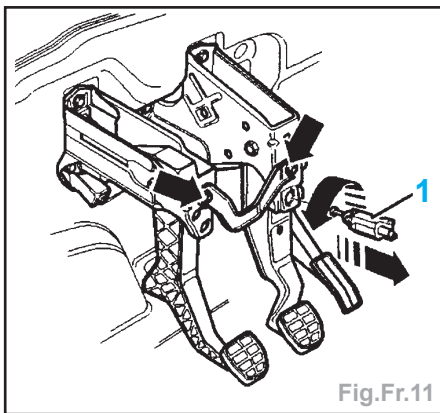

Fig.Fr.11
- Sur les véhicules avec BV mécanique, déposer la tôle de liaison entre la pédale d'embrayage et la pédale de frein (Fig.Fr.11).